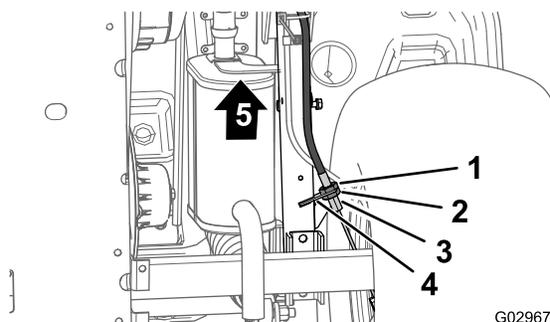

図 57
3. 機体の下側で、駐車ブレーキケーブルのねじ山付きアジャスタの後ジャムナットを4回転ゆるめる 図 57。
4. 前側ジャムナットを締める 図 57。
- A. ブレーキケーブルのねじ山付きアジャスタの前ナット 図 57を1回転ゆるめる。
- B. 後側ジャムナット 図 57を締める。
- A. ブレーキケーブルのねじ山付きアジャスタの後ナット 図 57を1回転ゆるめる。
- B. 前側ジャムナットを締める 図 57。